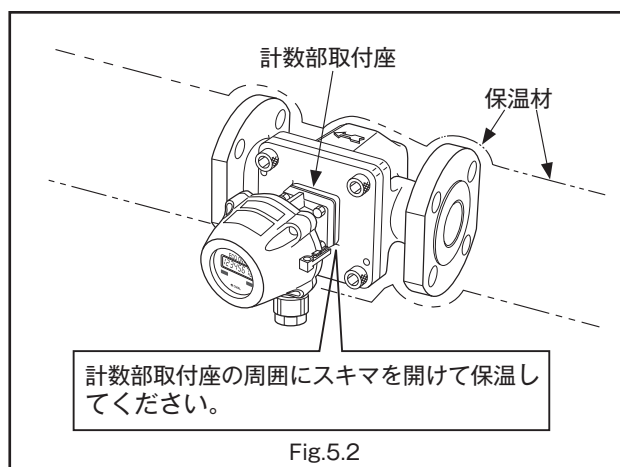

Fig.5.2
- (1) 保温材で覆う前に必ず液漏れがないか点検してください。
- (2) 流量計の保温は分解点検などが容易に行なえるように配慮してください。
- (3) ストレーナは上蓋が容易に取り外せるよう保温被覆してください。なお、ストレーナのネットは定期的に洗浄する必要があります。
- (4) 計数部・発信器は絶対に保温しないでください。もしも保温しますと過大な温度が加わり故障の原因になります。(Fig.5.2 参照)
- (5) 前蓋計数部取付座にかからないように保温してください。
- (6) メンテナンスに支障なきよう（容易に分解取り外しができるよう）保温方法にご配慮願います。